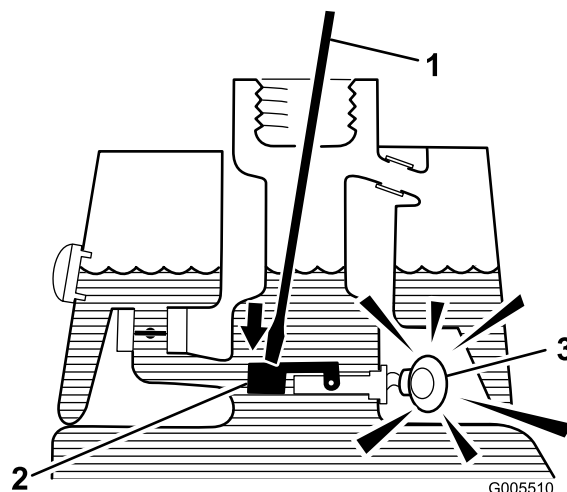

Bild 13
3. Stecken Sie eine saubere Stange oder einen Schraubenzieher in den Behältereinfüllstutzen und drücken Sie den Schwimmerschalter für den Ölstandsensorm leicht nach unten (Bild 13). Der Alarm sollte nach einer Sekunde ertönen.